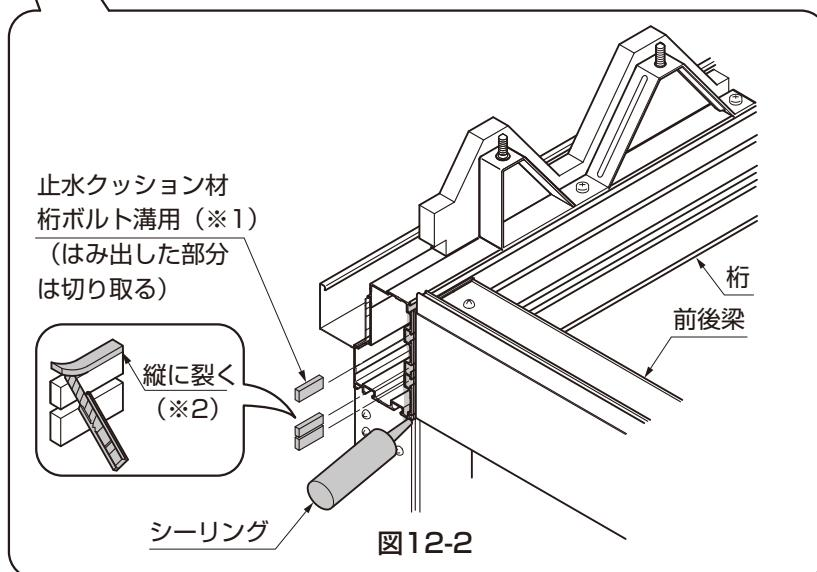

図12-2
②前後梁を取付けた後に、止水クッション材用ボルト溝部に入れ、杭との接着面にシーリングをしてください。(図12-2参照)